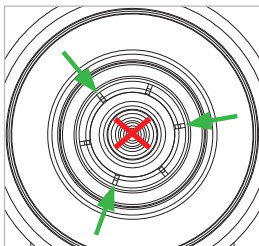

Figure 15
- ▶ Vaporisez brièvement une fois le lubrifiant avec le petit tube entre chaque deuxième pince de serrage (Figure 15).
Attention : le lubrifiant ne doit pas être vaporisé dans la conduite de gaz (Figure 15).